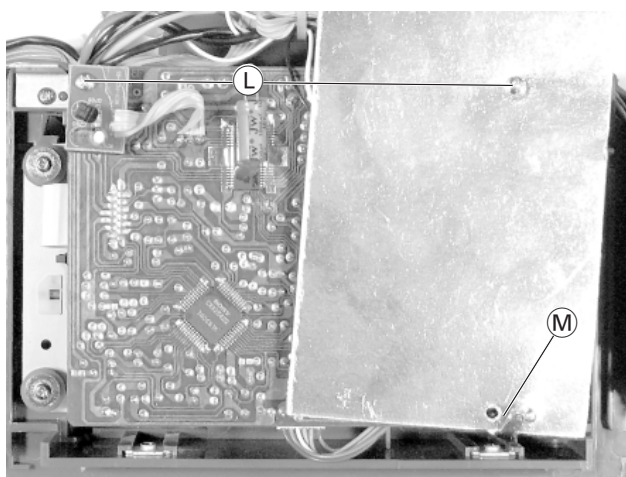
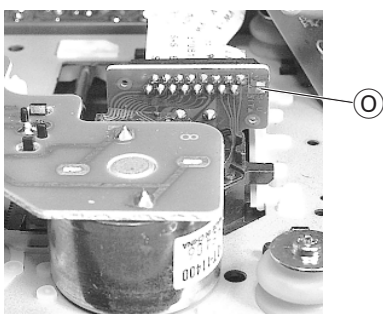

Fig. 6
Fig. 7
- 2 Schrauben (L) herausdrehen (Fig. 6).
- Abschirmung hochbiegen und Schraube (M) herausdrehen.
- Sicherungslötstelle © (Fig. 7) des Lasers kurzschließen, dabei Steckverbinder nach Bedarf öffnen.
- Undo 2 screws (L) (Fig. 6).
- Bend the protective screen up and undo screw (M).
- Short-circuit the safety solder tag © (Fig. 7) of the laser, unplug the connector if necessary.